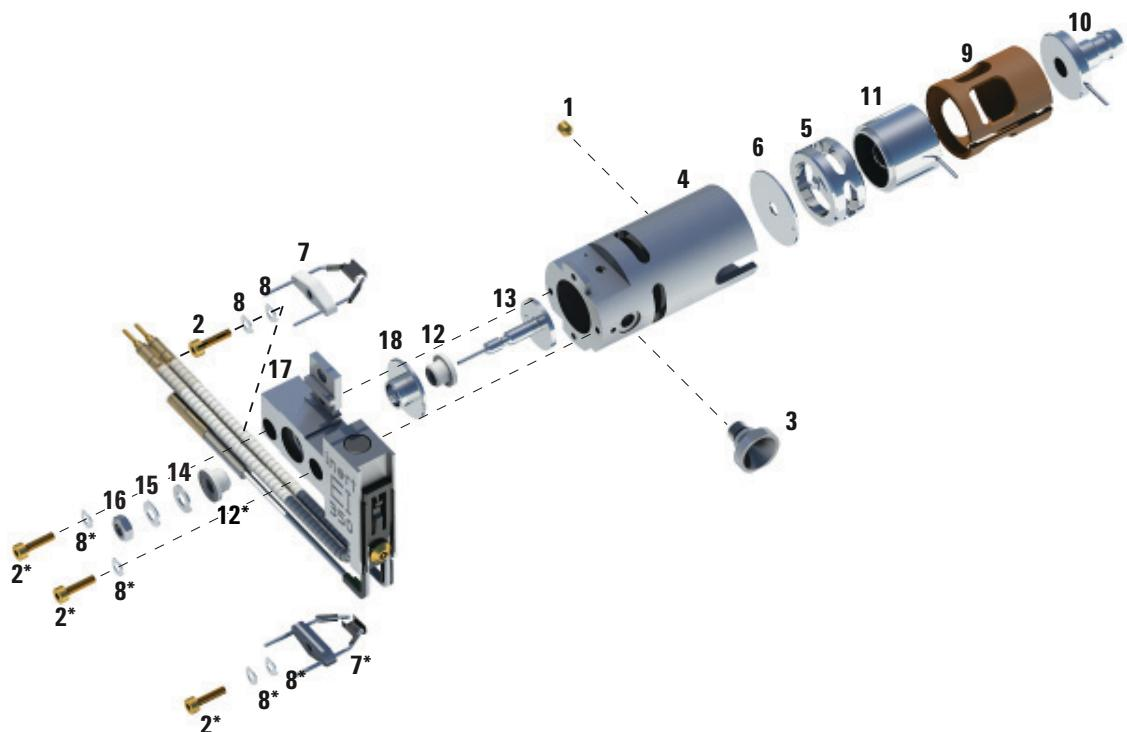

図 22 標準または不活性 EI イオン源の分解
- フィラメントから 2 個の金メッキしたねじを取り外し、フィラメントをイオン源から取り外します。145 ページ 図 22 を参照してください。
表 18 標準または不活性 EI イオン源の部品リスト (図 22)
表 18 標準または不活性 EI イオン源の部品リスト (図 22) (続き)